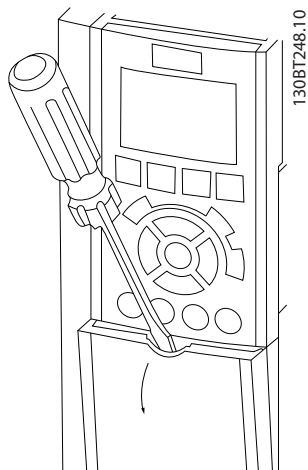
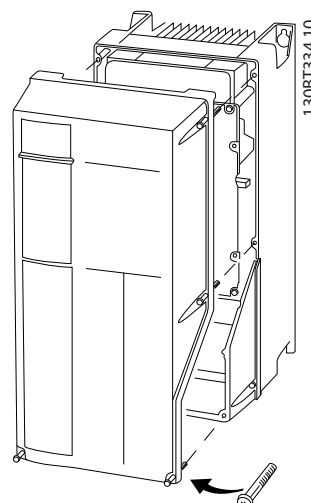

Рисунок 4.4 Доступ к проводке в корпусах IP20 и IP21
Рисунок 4.5 Доступ к проводке в корпусах IP55 и IP66
- Снимите крышку с помощью отвертки (см. *Рисунок 4.4*) или ослабив крепежные винты (см. *Рисунок 4.5*).